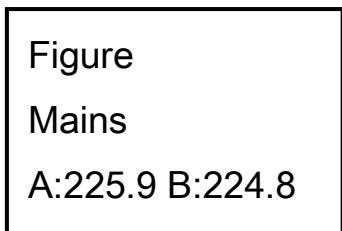

Fig.4 : main input info
5) Seleccionar y confirmar la información de los datos para ser visto en detalle. Contiene los detalles de la CA de entrada / salida, el inversor, batería, BUS, en paralelo, la temperatura. Véase la Fig. 4 Fig. ~ 12 debajo